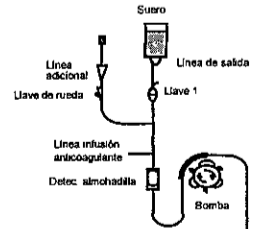

Fig. 1
3) Colocar la parte del circuito que va en la bomba en el interior de la bomba y el detector de almohadilla en la unidad de detección de almohadilla (Fig. 1).